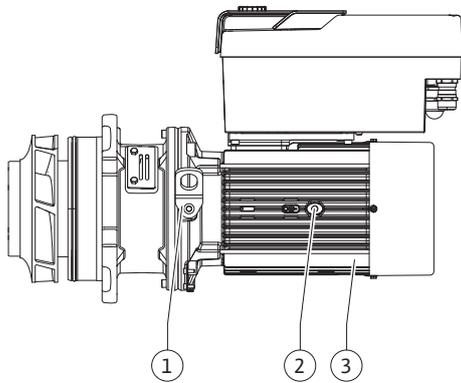

Fig. 108: Πτερωτή κινητήρα
13. Εισαγάγετε την πτερωτή κινητήρα (βλέπε Fig. 108) στο κέλυφος της αντλίας και φέρτε τη στην παλιά της θέση ή σε μια άλλη επιθυμητή θέση υπό γωνία. Για τα παραπάνω λάβετε υπόψη τις επιτρεπόμενες θέσεις εγκατάστασης των εξαρτημάτων (βλέπε κεφάλαιο "Επιτρεπόμενες θέσεις τοποθέτησης και αλλαγή της διάταξης εξαρτημάτων πριν από την εγκατάσταση" [► 23]).